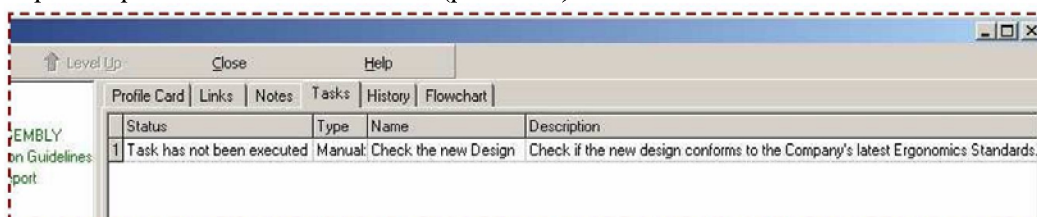

Рис.100.
- Просмотрите присоединенные задачи (рис. 100).